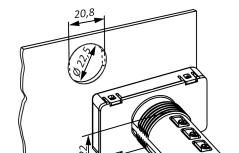

Рисунок 5.1 – Монтаж прибора щитового крепления
- Подготовить в щите круглое отверстие диаметром 22,5 мм (см. рисунок 5.1).